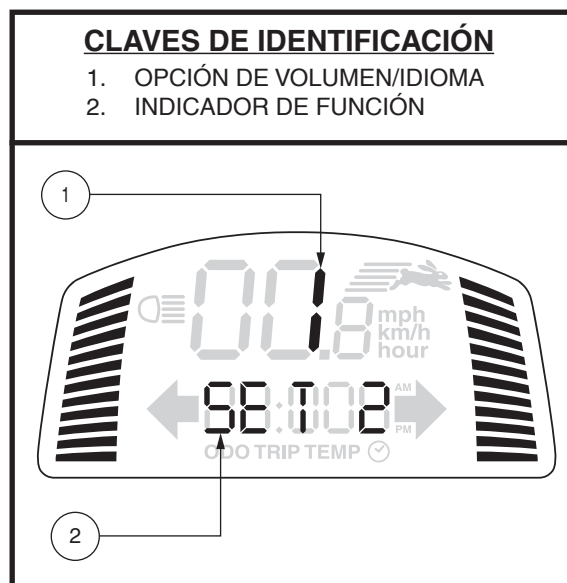

Figura 6. Pantalla del control del volumen
**NOTA:** Las luces intermitentes cuádruples destellarán y sonará un pitido de advertencia mientras las luces de emergencia permanezcan encendidas. *Ver la figura 6 para el control del volumen.*
El volumen de las luces de emergencia, el claxon, la baja tensión, las señales de giro y el mensaje de error puede encenderse o apagarse de manera separada. **Ver la figura 6.**